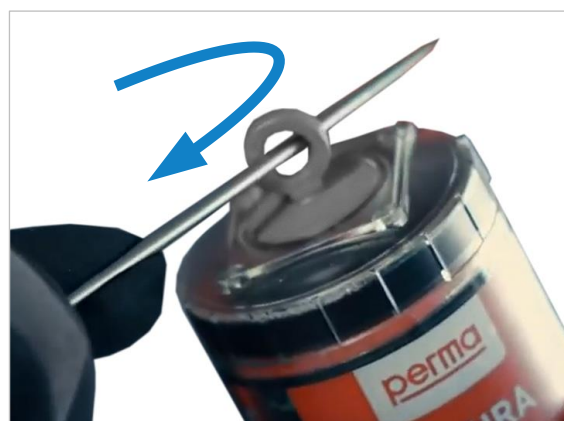

Figure 53 : vis d'activation
- Ouvrir la porte de service (avant) et dévisser le graisseur automatique usagé (S).
- Retirer le capuchon de la nouvelle cartouche. Décharger le lubrifiant en vissant la vis d'activation à l'aide d'un outil approprié, jusqu'à ce que l'anneau soit arraché (voir ⇒ Figure 53 à droite).